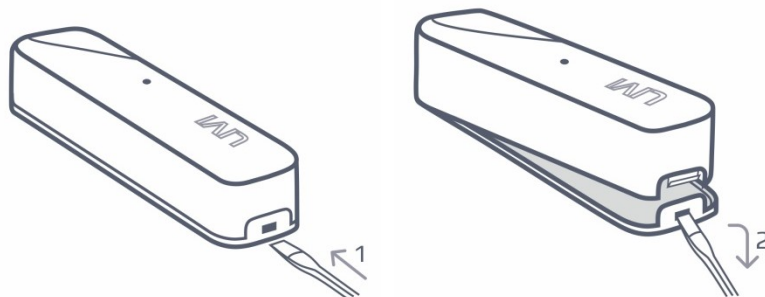

Рисунок 6.2 – Снятие крышки датчика открытия
- Снимите крышку датчика: вставьте плоскую отвертку в паз под углом. Используя инструмент как рычаг, аккуратно подденьте язычок защелки – крышка отщелкнется без усилий (см. рисунок 6.2).
Для подключения геркона/ШС снимите крышку датчика (см. рисунок 6.2) и подключите провода к клемме, расположенной над батарейным отсеком, как показано на схеме слева.
1. Снимите крышку-кронштейн с датчика (см. рисунок 6.2).